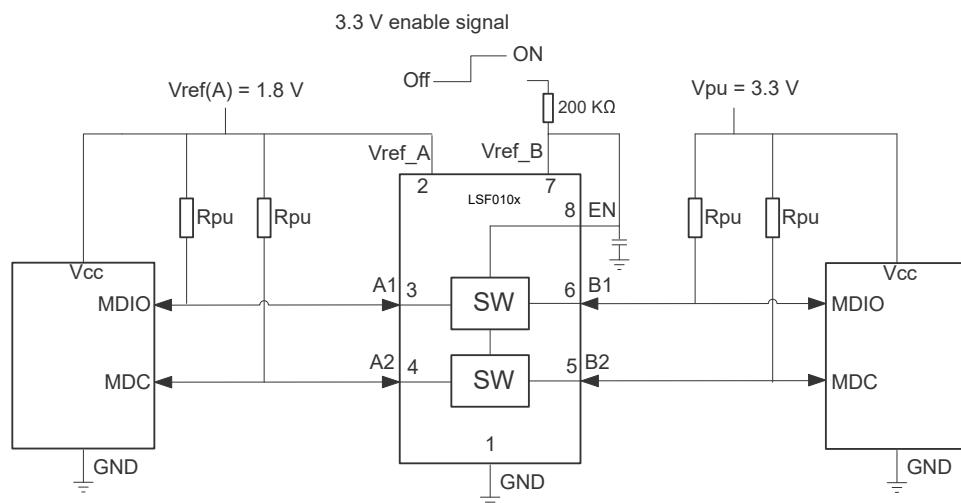

図 9-1. オープン・ドレイン変換の代表的なアプリケーション回路 (例として MDIO を使用)
- $V_{CCB}/V_{CCA}$  は  $V_{ref\_B}$  または  $V_{ref\_A}$  と同じではありません。 $V_{CCB}$  は LSF デバイスに供給される B 側の電源電圧を表し、 $V_{ref\_B}$  は 200k $\Omega$  抵抗の反対側にある  $V_{ref\_B}$  ピン (図 9-1 のピン 7) の電圧を表します。